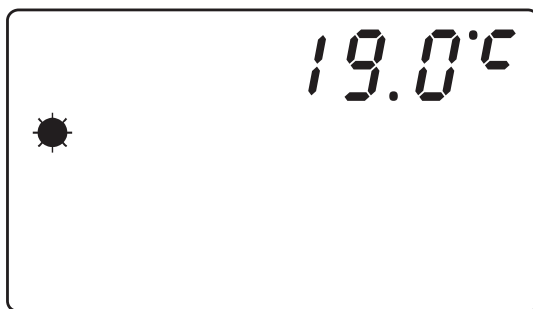

Fig.8
2. Appuyez brièvement sur la **touche Mode** pour sélectionner le mode Confort. La température par défaut du mode Confort est de 19°C. L'icône correspondant apparait à l'écran. (Fig. 8)